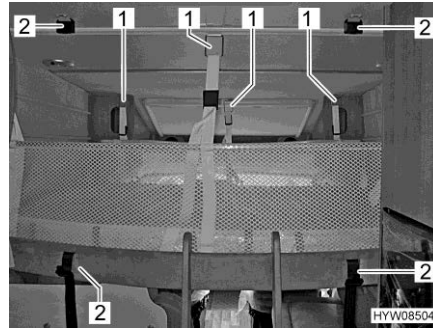

Fig. 67 Rete protettiva (letto basculante)
- Allentare le cinture di ritegno (Fig. 67,2).
- Staccare le cinture di ritegno (Fig. 67,1) e sistemare la rete protettiva sotto il materasso.
- Assicurare il letto basculante al soffitto mediante cinture di ritegno (Fig. 67,2).
- Agganciare le cinture di ritegno (Fig. 67,1) ai ganci del soffitto.